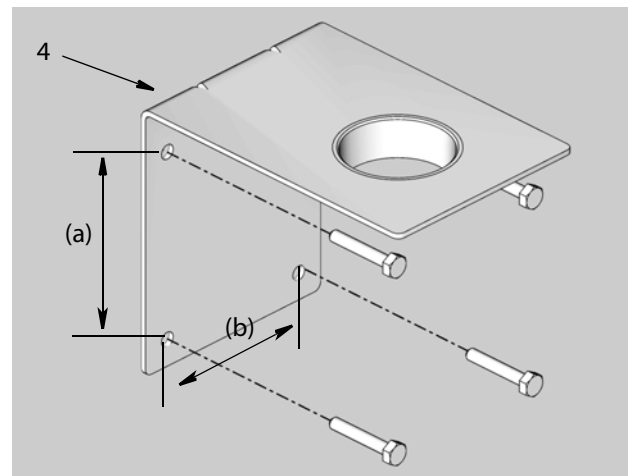

Рис. 5
1. Используя скобу для крепления на стене (4) в качестве трафарета, отметьте места отверстий на стене и просверлите их (Рис. 5).
2. С помощью 4 винтов (приобретаются отдельно), длины которых достаточно, чтобы надежно зафиксировать скобу для крепления на стене и насос, установите скобу (4) на стену (Рис. 5).